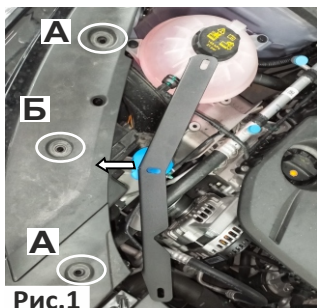

Рис.1
1. Демонтировать пистоны крепления пластиковой наклейки (Рис. 1).
2. Установить усилитель фары под пластиковую наклейку (Рис.1).
3. Завести гайки закладные короткие в крепления пластиковой наклейки, совместить отверстие в гайке с отверстием в креплении пластиковой наклейки(А),(Б) (Рис.1,2).